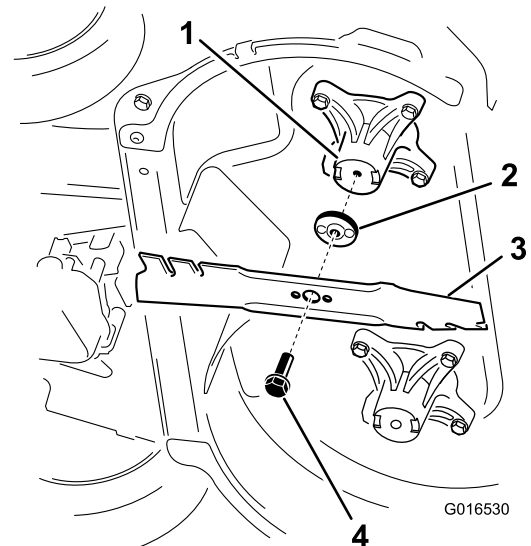

Figura 35
2. Retire cada cuchilla, como se muestra en la Figura 35.
1. Instale la primera cuchilla en posición horizontal, junto con todos los herrajes de montaje, como se muestra en la Figura 35.